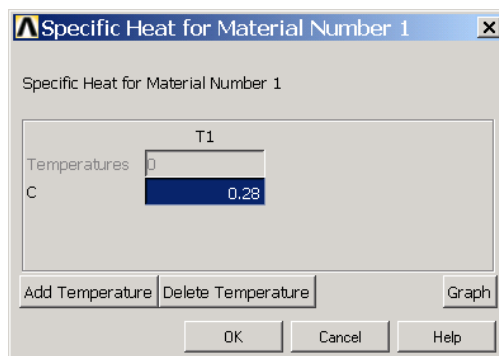

图11.23 定义砂模比热
(3) 单击 Main Menu>Preprocessor>Material Props>Material Models 菜单，在右侧列表框中依次双击【Thermal】|【Conductivity】|【Isotropic】，定义砂模的导热系数（KXX）为【0.025】。
(4) 接着双击【Thermal】|【Specific heat】，弹出如图 11.23 所示的对话框。在【C】